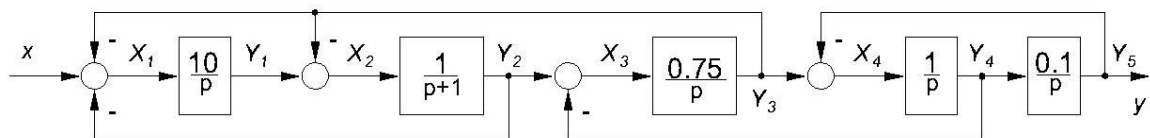

Рис. 5.1. Структурная схема динамической системы
6. Составить на языке MATLAB программу математического описания динамической системы на основе алгоритмической структурной схемы, изображенной на рис. 5.1. При этом необходимо применить подход, основанный на использовании функции CONNECT. В качестве примера математического описания можно рассмотреть лабораторную работу № 4.